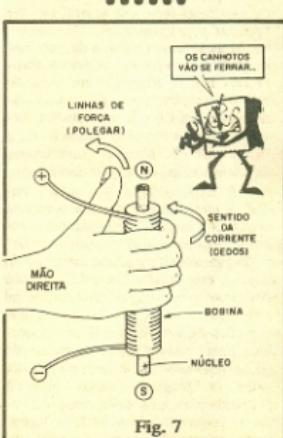

Fig. 7
- FIG. 7 - A "REGRA DA MÃO DIREITA" - Se segurarmos uma bobina com a nossa mão direita (os canhotos podem fazer um esforço, mas também dá...), de modo que os dedos apontem para o sentido CONVENIONAL da corrente (do positivo para o negativo, como já vimos em "Aulas" anteriores...), ao levantarmos o polegar, este indicará o polo magnético NORTE da dita bobina, ou seja: o ferro que está "lá dentro", imantado pelo corrente, tem seu polo NORTE na posição indicada pelo polegar do "segurador". Observar que, para o "truque" dar certo, os dedos devem agarrar a bobina "fazendo a mesma curva" que o fio condutor faz, em torno do núcleo...